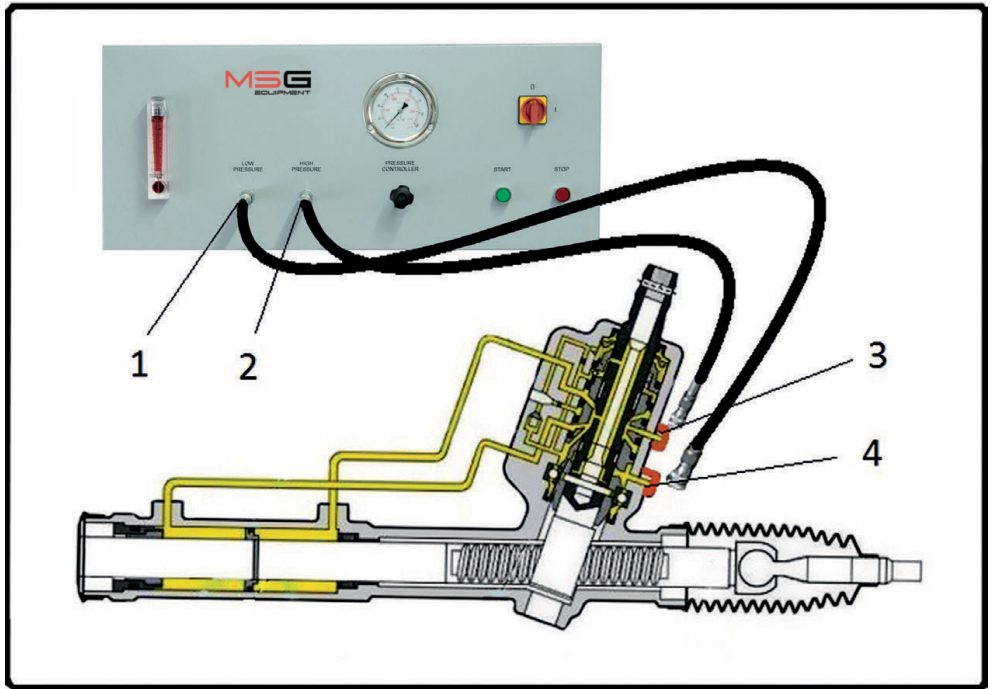

Figura 2. Conexión de la cremallera de dirección a la máquina:
5. Conecte las mangueras de alta presión a la cremallera, tal como se indica en la figura 2.